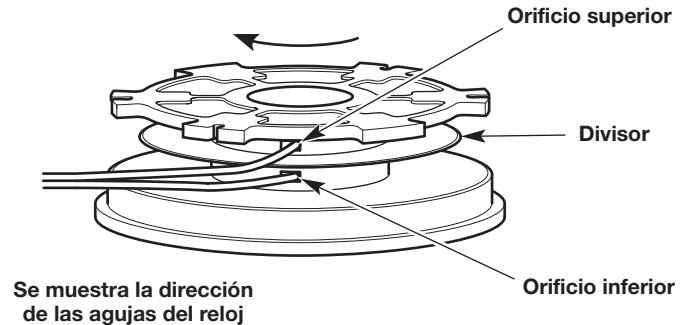

Fig. 21
2. Con uno de los extremos divididos, inserte un hilo dentro del orificio superior y otro hilo dentro del orificio inferior del carrete interior (Fig. 21).